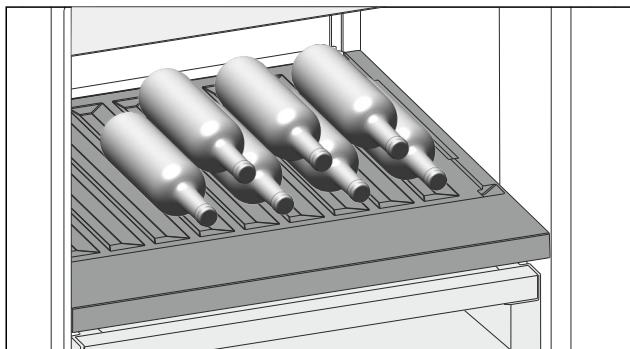

Fig. 98
- ▶ Бутылки укладывайте дном к задней стенке. (см. Fig. 98)